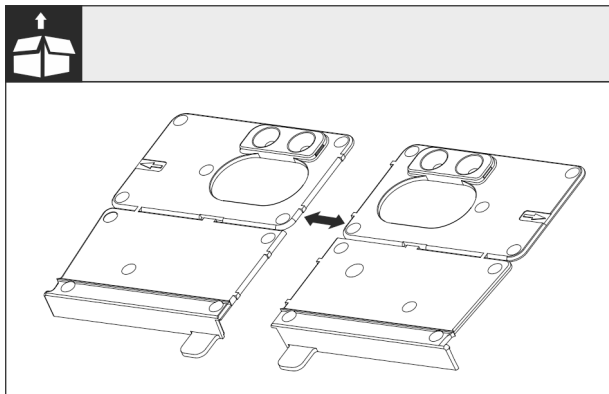

Fig. 27
- ▶ Oddzielić dolny kątownik montażowy Fig. 27 (I) przy perforacji.